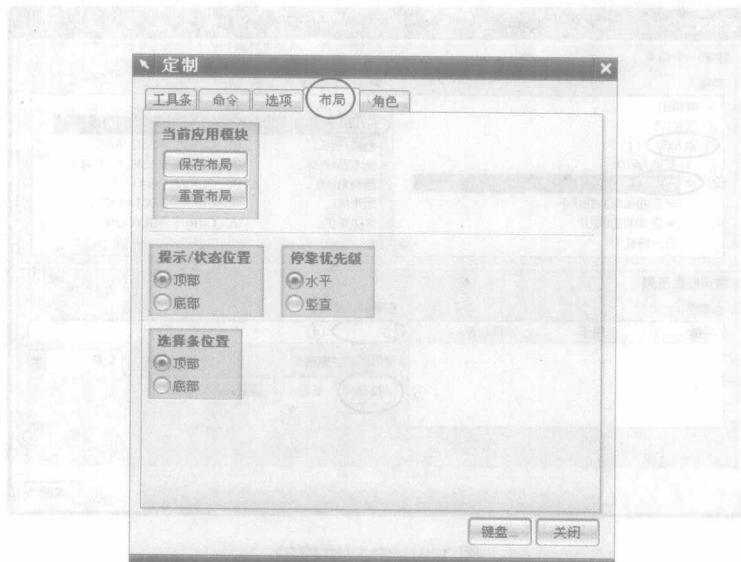

图 1-7 【布局】选项卡
④ 布局：设置“提示/状态位置”、“停靠优先级”和“选择条位置”等选项，如图 1-7 所示。